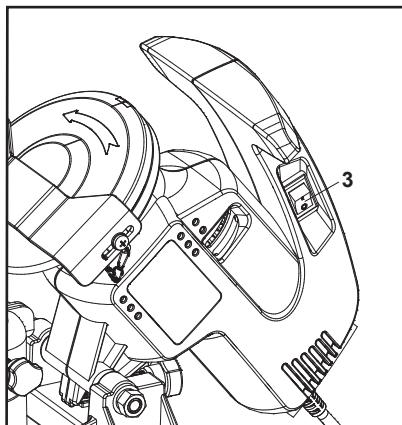

Fig. 9
1. Ligue o produto empurrando o interruptor para ligar/desligar (3) para a marcação "I" (Fig. 9).
2. Desligue o produto empurrando o interruptor para ligar/desligar (3) para a marcação "O".